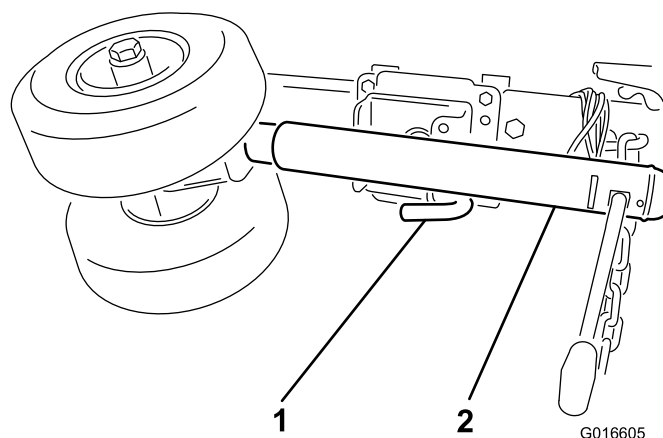

Figure 6
8. Relevez la béquille de sécurité pour décoller les roues pivotantes du sol, tirez la goupille de déverrouillage et tournez les roues en arrière, puis verrouillez en position horizontale (Figure 6).